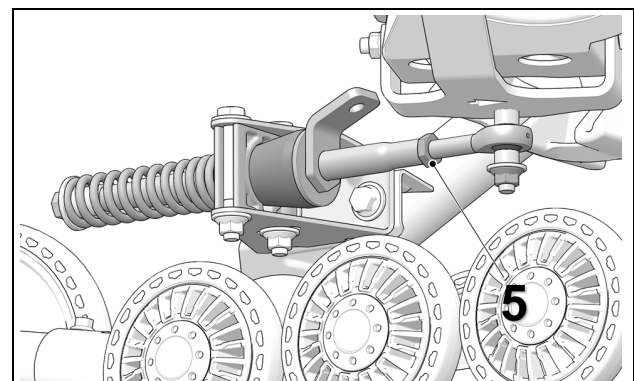

Figure 16
- Resserer le contre-écrou (5) à un couple de 40 N•m (30 lb•pi). Voir Figure 16.